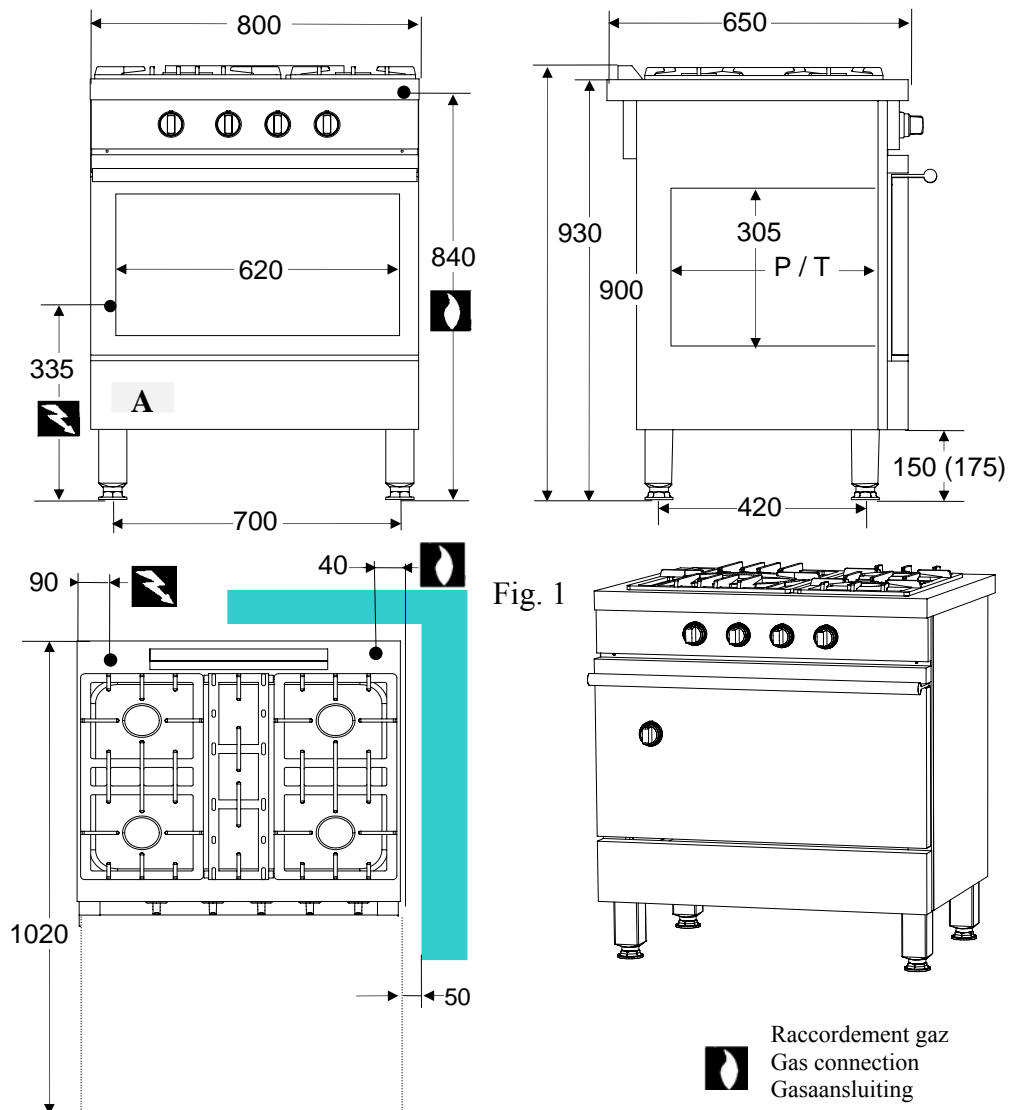

Fig. 1
(FR) Le parfait état de propreté des canalisations, afin d'éviter l'obstruction des injecteurs et le dysfonctionnement des têtes magnétiques. Le gaz pour lequel l'appareil a été réglé : plaquette signalétique (A fig. 1) et marquage. La compatibilité de la section des canalisations d'alimentation avec la puissance de l'appareil (voir annexe 2). La conformité du débit d'air neuf (voir tableau 1).
(GB) Pipework is perfectly clean in order to prevent the injectors becoming blocked and malfunctioning of the magnetic heads. The gas for which the appliance was set up: rating plate (A fig. 1) and markings. Cross-sectional area of gas supply pipework is compatible with the appliance's thermal output (see Appendix 2). Correct fresh air flowrate (See table 1).